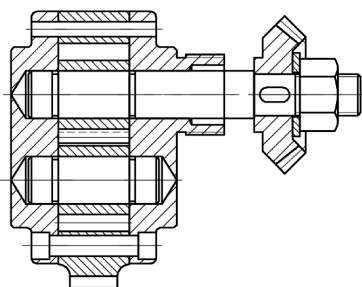

图 14-70 绘制支撑轴
(8) 绘制支撑轴。单击“默认”选项卡“修改”面板中的“复制”命令和“镜像”命令, 绘制支撑轴, 结果如图 14-70 所示。